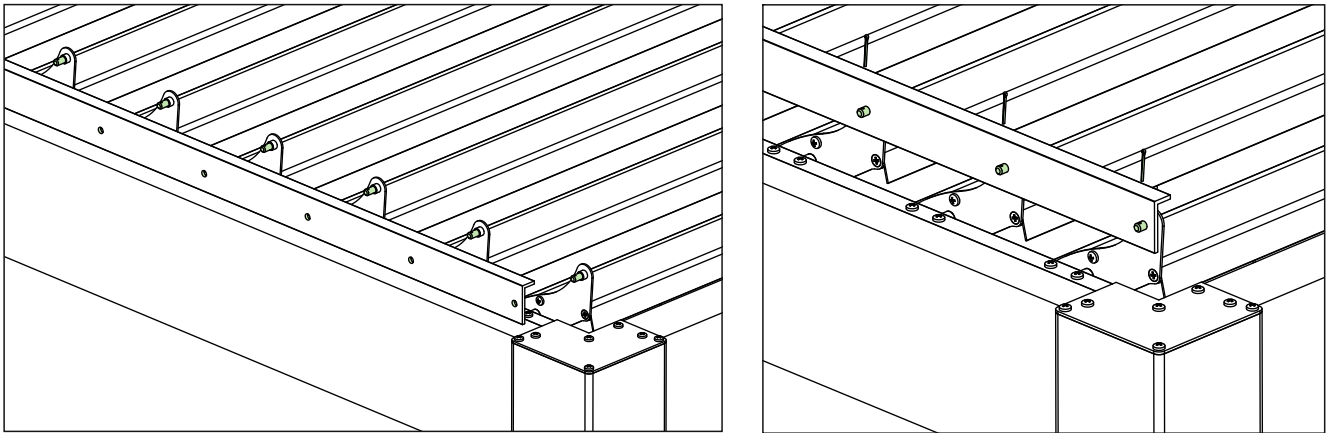

Abb. 22
9.2. Verwenden Sie Splintbolzen um das Verbindungselement zu fixieren. Stecken Sie diese in die dafür vorgesehenen Öffnungen in den Sockel der Lamellen. Siehe Abb. 22.